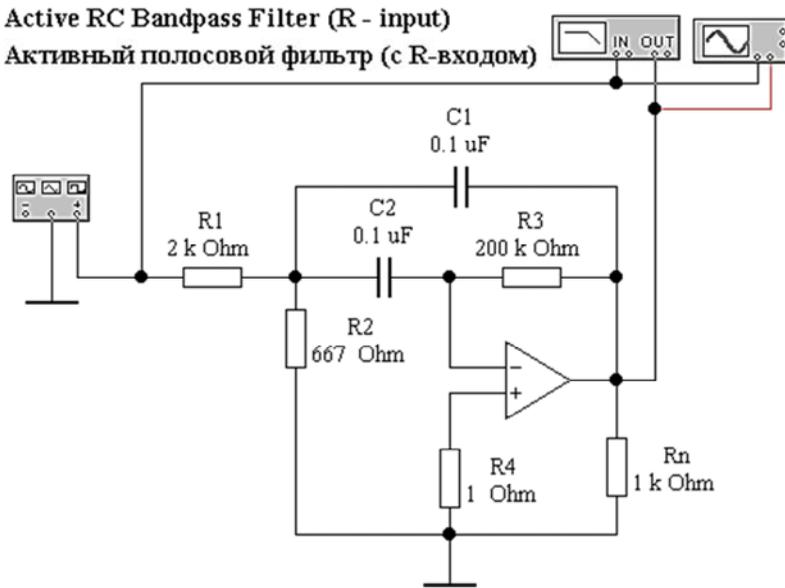

Рис. 9.2. Активный полосовой фильтр с R -входом и $R_5 = \infty$ (файл **banda2.ewb**)
3. Исследовать активный полосовой фильтр с R -входом и $R_5 = \infty$ (файл **banda2.ewb**, рис. 9.2).